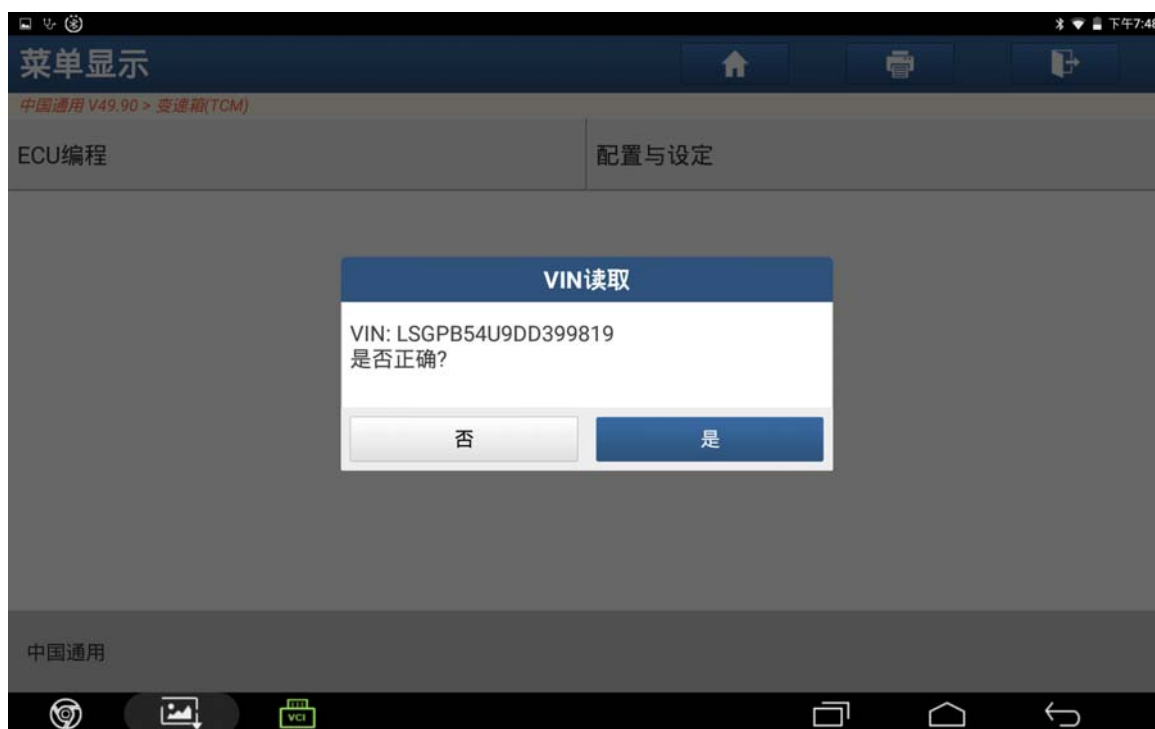

图 15
15). 确认 VIN 码，正确点击“是”，错误点击“否”，如图 15；